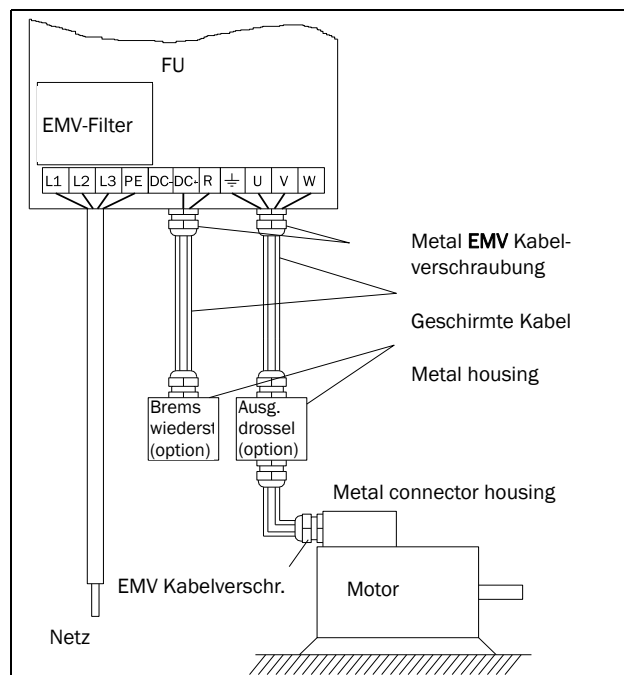

Abb. 37 Anschluss von Netz- und Motorkabel
1. Die Netzkabel gemäß Abb. 37 anschließen. Der Frequenzumrichter verfügt standardmäßig über einen integrierten EMV-Netzfilter, der Kategorie C3 für die zweite Umgebung entspricht.
2. Die Motorkabel gemäß Abb. 37 anschließen. Um den EMV-Richtlinien gerecht zu werden, müssen abgeschirmte Kabel eingesetzt werden und die Motorkabel-Abschirmung muss auf beiden Seiten angeschlossen werden, am Motorgehäuse und am FU-Gehäuse.